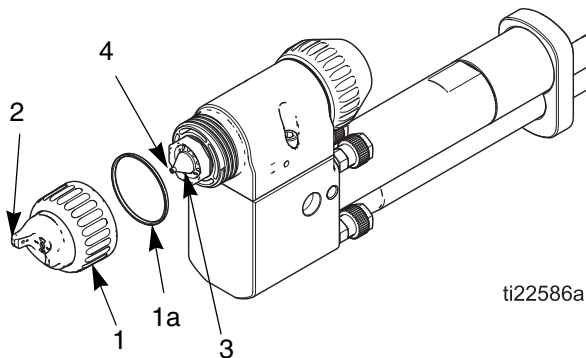

ABB. 20. Luftkappe und Materialdüse reinigen
3. Den Haltering (1) und die Luftkappe (2) entfernen. Siehe **ABB. 20**, Seite 32.
4. Materialdüse (3) und Außenflächen der Pistole mit einem mit Lösungsmittel angefeuchteten Tuch reinigen. Darauf achten, dass kein Lösemittel in die Luftpassagen gelangt. Die Pistole während des Reinigens möglichst nach unten richten.
5. Wenn sich in den Luftpassagen der Materialdüse (3) Farbe festgesetzt hat, die Pistole zur Wartung von der Leitung abschrauben.
6. Die Luftkappe (2) mit der weichen Borstenbürste und dem Lösemittel reinigen oder die Luftkappe in geeignetes Lösemittel eintauchen und anschließend abwischen. Keine Metallwerkzeuge verwenden.
7. Vorsichtig die Luftkappe (2) montieren. Darauf achten, dass die Elektrode (4) durch die mittlere Luftkappenöffnung eingeführt wird.
8. Die Luftkappe (2) in die gewünschte Position drehen.
9. Sicherstellen, dass die U-Dichtung (1a) richtig am Haltering (1) sitzt. Die Lippen müssen nach vorn gerichtet sein.
10. Den Haltering (1) festziehen, bis die fest sitzt; die Luftkappenhörner sollten nicht von Hand gedreht werden können.